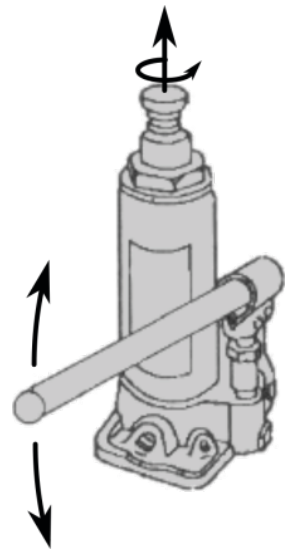

Bild 5: Anheben mit dem Wagenheber
3. Positionieren Sie den Wagenheber so unter dem Fahrzeug, daß sich der Hebestempel zentral unter dem Aufnahmepunkt des Fahrzeugs befindet (lesen Sie dazu in der Betriebsanleitung Ihres Fahrzeugs nach). Drehen Sie die Verlängerungsspindel (Position 2 in der Übersicht) gegen den Uhrzeigersinn soweit heraus (Bild 5), bis sie den Aufnahmepunkt des Fahrzeugs berührt.